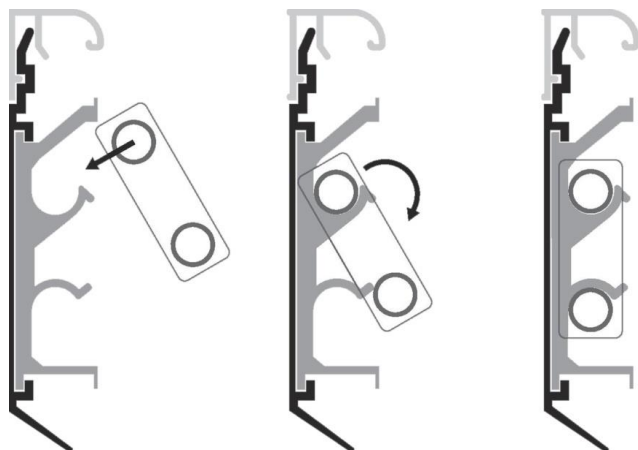

Рис.5
6. Отмерить и отрезать греющий модуль (см. Шаг 1). Вставить греющий модуль в кронштейны согласно Рис.5 с усилием, до щелчка. Важно: развернуть греющий модуль широкими ламелями внутрь помещения, узкими к стене;